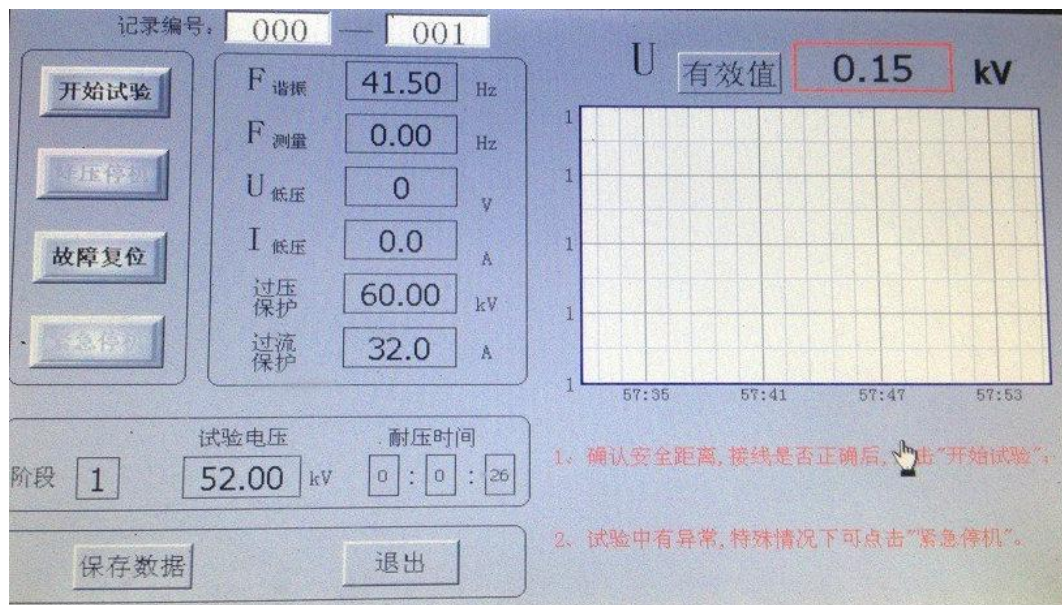

图6
- **自动试验:** 当“参数配置”设置完时, 点击“自动试验”, 进入“自动试验”界面, 显示界面如图 6 所示。